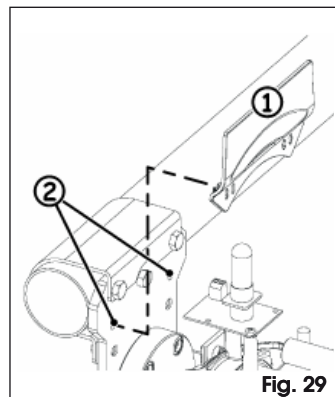

Fig. 29
- Positionner le carter postérieur du support de la lisse, Fig. 29 réf. ①, en l'accrochant dans les deux trous libres du support, Fig. 29 réf. ②